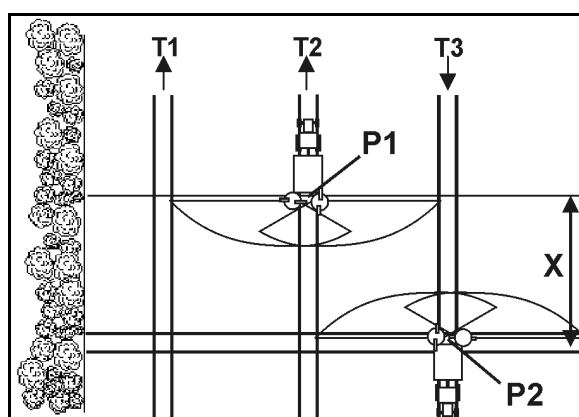

Рис. 85
- Откройте запорную заслонку при въезде на технологическую колею в точке P1 (Рис. 85), если распределяющий диск при прохождении участка X технологической колеи разворотной полосы был удалён.
- Закройте заслонку перед выездом с технологической колеи в точке P2 (Рис. 85), если распределяющие диски находятся на уровне первой технологической колеи разворотной полосы.